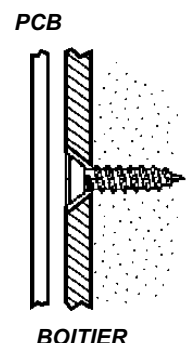

Figure B.4: Position de la vis de fixation
- Fixez la couverture arrière en utilisant deux vis et remplacez le PCB. Utilisez l'ISO 7050 (ST3.5 x 22) ou des vis similaires pour que la tête de la vis ne touche pas le PCB – voir *Figure B.4*.